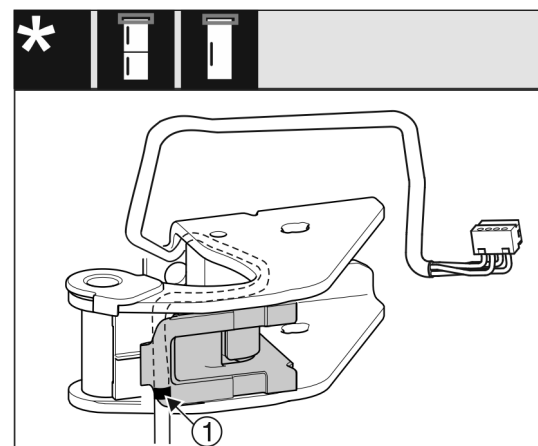

Fig. 19
- ▷ Mittenmarkeringen måste därvid ligga på kabelhållarens kant Fig. 19 (1).